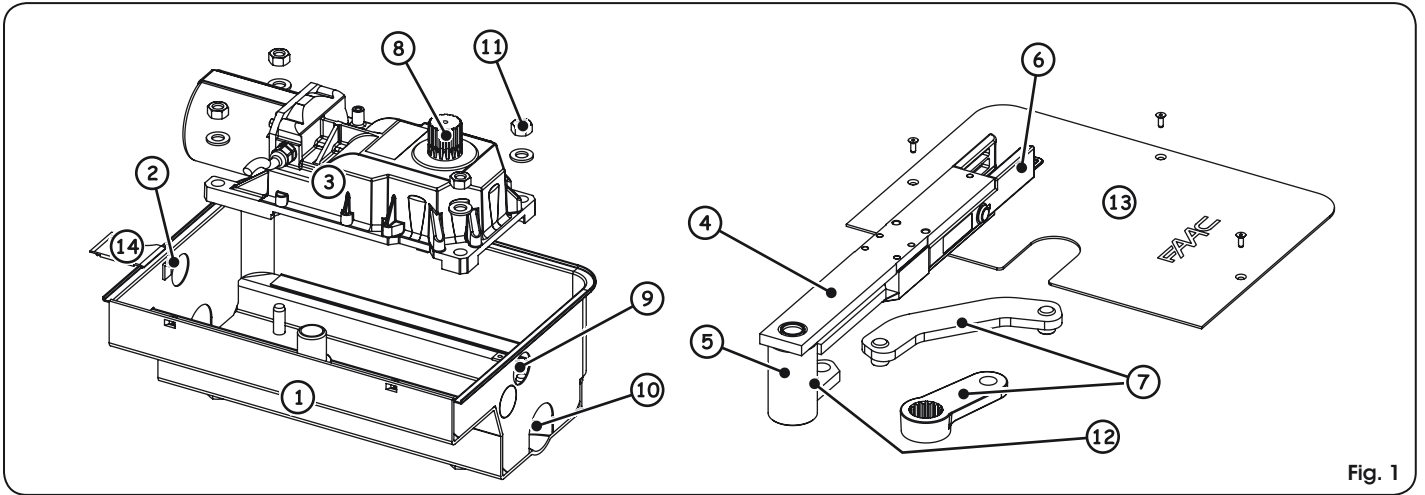

Fig. 1
1.1. BESCHREIBUNG (Abb. 1)	Seite.18
1.1. BESCHREIBUNG (Abb. 1)